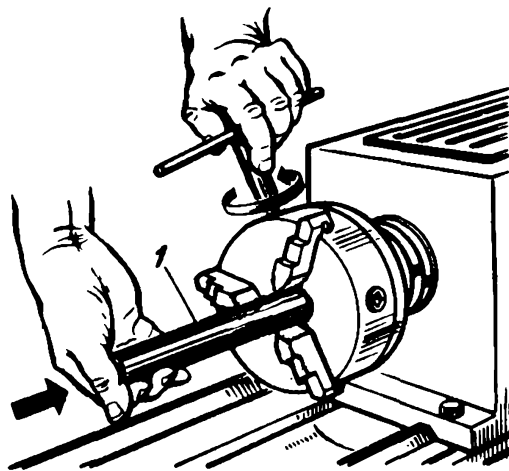

Рис. 16
1. Вставить направляющую оправку 1 в коническое отверстие шпинделя (рис. 16). Лево́й рукой развести кулачки патрона, чтобы направляющая оправка могла свободно вставляться в коническое отверстие шпинделя. Резким движением правой руки влево вставить оправку 1 коническим хвостовиком в отверстие шпинделя.